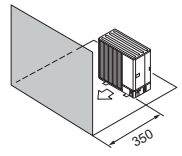

Abb. 2-9
- (4) Hindernisse oder unzugängliche Oberfläche nur auf Vorderseite (Abb. 2-9)